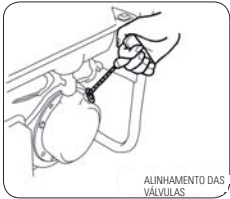

FIGURA 9.7
- D.** Puxe lentamente a corda de partida até sentir resistência. Neste ponto o pistão está no seu estágio de compressão e ambas as válvulas estão fechadas. Armazenar o motor nesta posição irá ajudar a prevenir danos causados por oxidação. Figura 9.7.